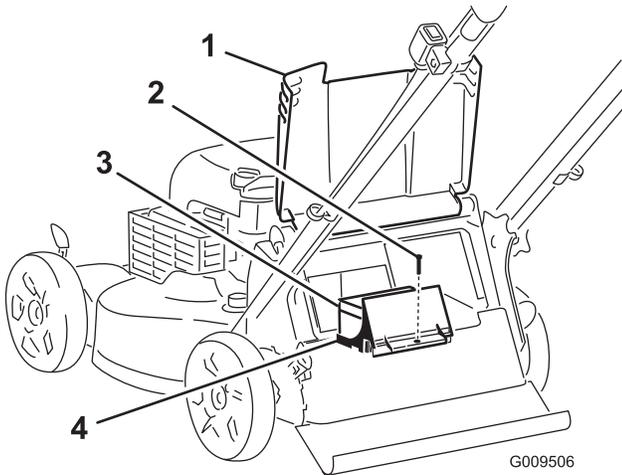
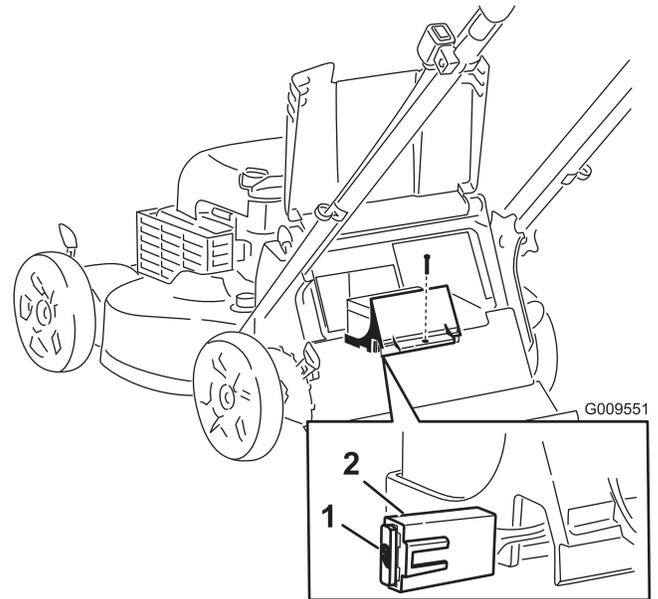

Figure 5
Figure 6
1. Soulevez le déflecteur arrière et localisez le logement de la batterie (Figure 5).
2. Enlevez la vis de fixation du logement de la batterie, sortez la batterie et localisez le fusible (Figure 5 et Figure 6).
3. Placez le fusible dans le porte-fusible (Figure 6).